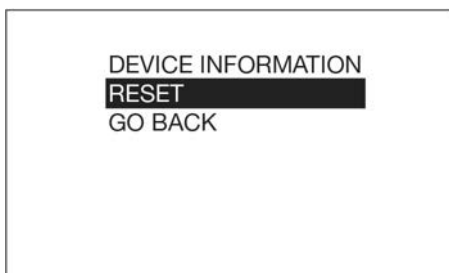

图 53
3. 会显示图 53 中所示的菜单。使用向下箭头按钮在列表中高亮显示重置。